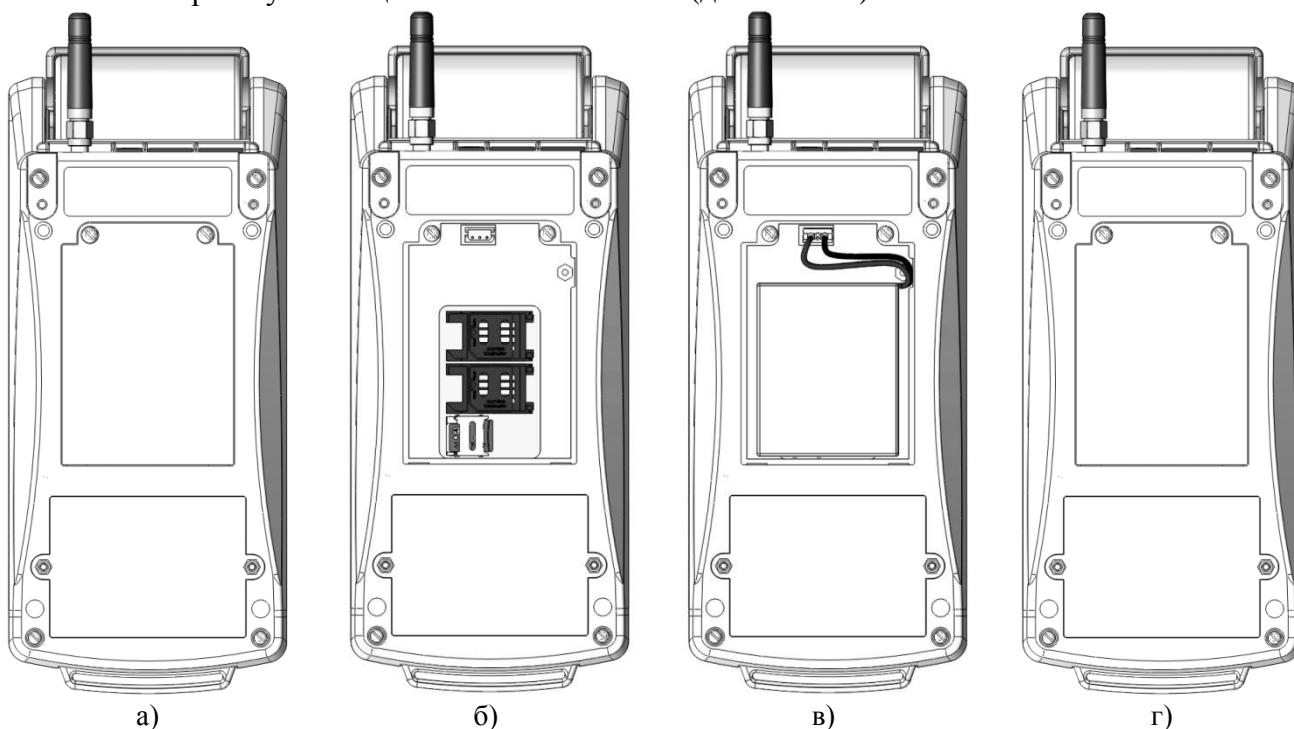

Рис. 7 Встановлення акумуляторної батареї в касовий апарат
1. Відкрутіть гвинти і зніміть кришку відділення для акумуляторної батареї і SIM-карт (Рис. 7а).
2. Вставити штекер нової АБ у роз'єм (Рис. 7б).
3. Розмістити АБ у відділенні, слідкуючи, щоб проводи не мали перегинів (див. Рис. 7в).
4. Вставити кришку на місце і загвинтити гвинти (див. Рис. 7г).